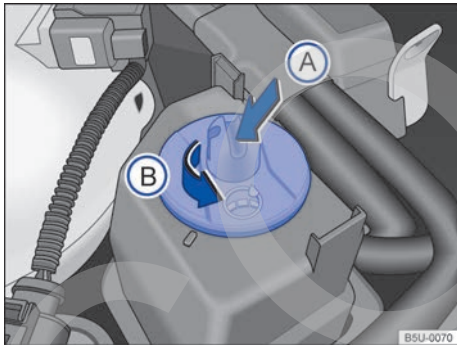

Fig. 111 En el compartimento del motor: depósito del fluido de la dirección hidráulica.
- Con el auxilio de una llave con hendiduras ⇒ fig. 111 (A) (flecha), girar la tapa del tanque ⇒ fig. 111 (B) en el sentido de la flecha.
- Con el auxilio de una llave con hendiduras ⇒ fig. 111 A (flecha), girar la tapa del tanque ⇒ fig. 111 B en el sentido de la flecha.